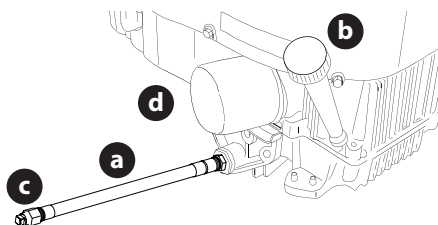

Figura 36
- Ubique la manguera de drenaje de aceite (a) en el costado del motor (Figura 36).
- Para recoger el aceite usado, coloque un recipiente adecuado para recolectar el aceite, con al menos una capacidad de 2.5 cuartos (2.37 litros), debajo de la abertura del tubo de drenaje de aceite. Retire el tapón de llenado de aceite/la varilla de nivel de aceite (b) del tubo de llenado (Figura 36).
- Mientras sostiene el extremo libre de la manguera de drenaje de aceite sobre el recipiente de recolección de aceite, desenrosque el tapón con cabeza cuadrada de la manguera (c) del extremo de la manguera de drenaje de aceite (Figura 36). Drene el aceite del motor dentro del recipiente recolector.
- Extraiga el filtro de aceite (d) y drene en el recipiente recolector (Figura 36).
- Vuelva a colocar el filtro de aceite (d) y cargue el motor con aceite nuevo según las instrucciones del Manual del operador del motor (Figura 36).